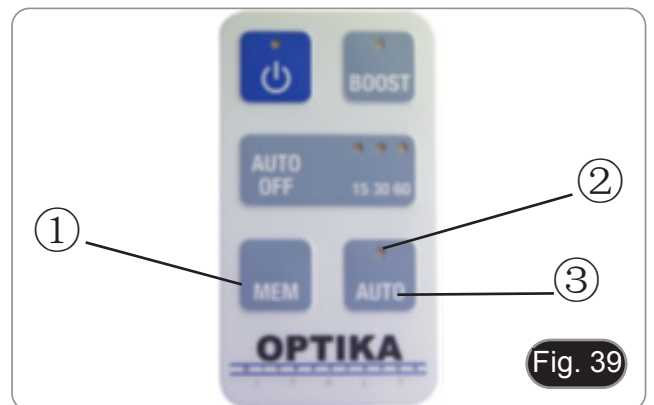

Fig. 39
2. Pulse el botón MEM ① (Fig. 39). La luz bajo el microscopio se apaga durante unos segundos y luego se vuelve a encender. .
3. El LED ② del botón AUTO ③ se enciende para indicar que el sistema está activo.